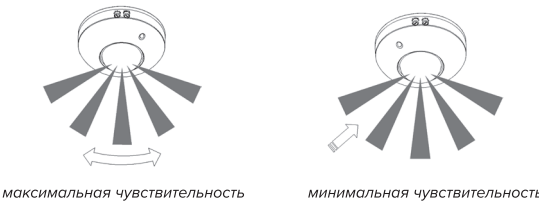

Рис. 8. Чувствительность датчика.
Монтаж, демонтаж и обслуживание датчика должны производиться при отключенном электропитании. Высота установки датчиков указана в таблице. При выборе места установки необходимо учитывать небольшую чувствительность датчиков, если движение объекта параллельно лучам зоны обнаружения (Рис. 8). Необходимо исключить из зоны обнаружения объекты: кондиционеры, вентиляторы, центральное отопление, которые могут повлиять на правильную работу датчика.
- движение объекта параллельно или под углом к лучам зоны обнаружения (Рис. 8);